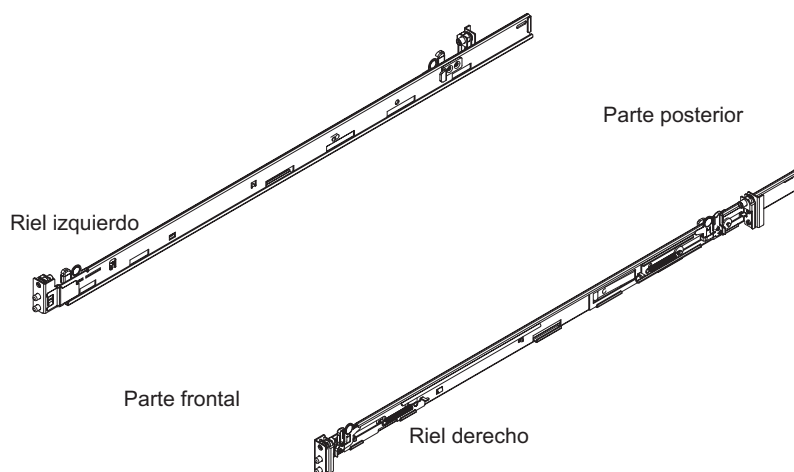

Figura 4. Orientación de los rieles
1. Coloque los rieles montantes de derecha e izquierda en el bastidor. La intersección de rieles se muestra en Figura 4. Asegúrese de que las dos tapas azules de la izquierda están frente a las dos tapas azules de la derecha. Empareje los rieles con las secciones delanteras y las secciones traseras, como describe la siguiente información: